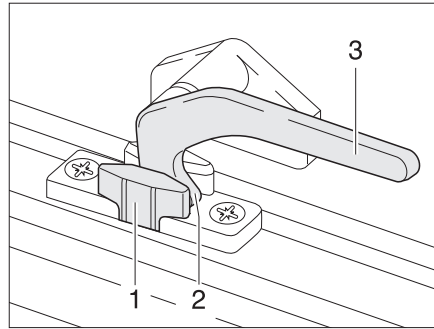

Fig. 71 Palanca de bloqueo en la posición de "ventilación continua"
- En la posición "ventilación continua" (Fig. 71)
- Girar la palanca de bloqueo (Fig. 71,3) un cuarto de vuelta hacia la mitad de la ventana.
- Girar la palanca de bloqueo un cuarto de vuelta hacia el marco de la ventana. El saliente de bloqueo (Fig. 71,2) se ha de introducir para ello en el rebaje del bloqueo de la ventana (Fig. 71,1).